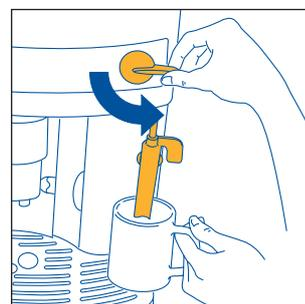

Fig.23
- Sett cappuccinolageren ned i melkebeholderen (fig. 23). Vær oppmerksom så ikke den uthevede linjen på cappuccinolageren nedsenkes (se pil på fig- 24). Vri damphåndtaket en halv runde mot venstre helt til den stopper opp (*forsiktig så du ikke brenner deg*). Cappuccinolageren sender ut damp som gir melken et kremaktig utseende og fører til at volumet øker. Får å få et enda mer kremaktig skum senkes cappuccinolageren ned i melken, og så beveger man beholderen i langsomme sirkelbevegelser nedefra og opp. (Det anbefales at man ikke bruker damputtaket i mer enn 2 minutter sammenhengende)